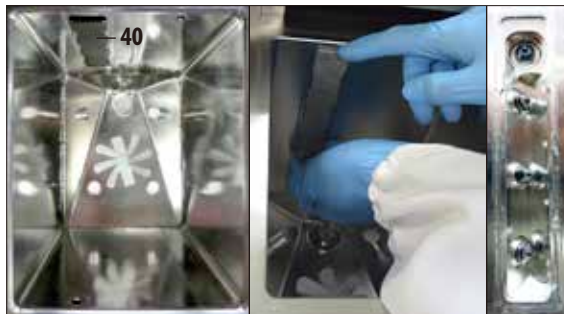

Fig. 238
- Retirar el tamiz (40, fig. 238) que hay delante de los sensores.